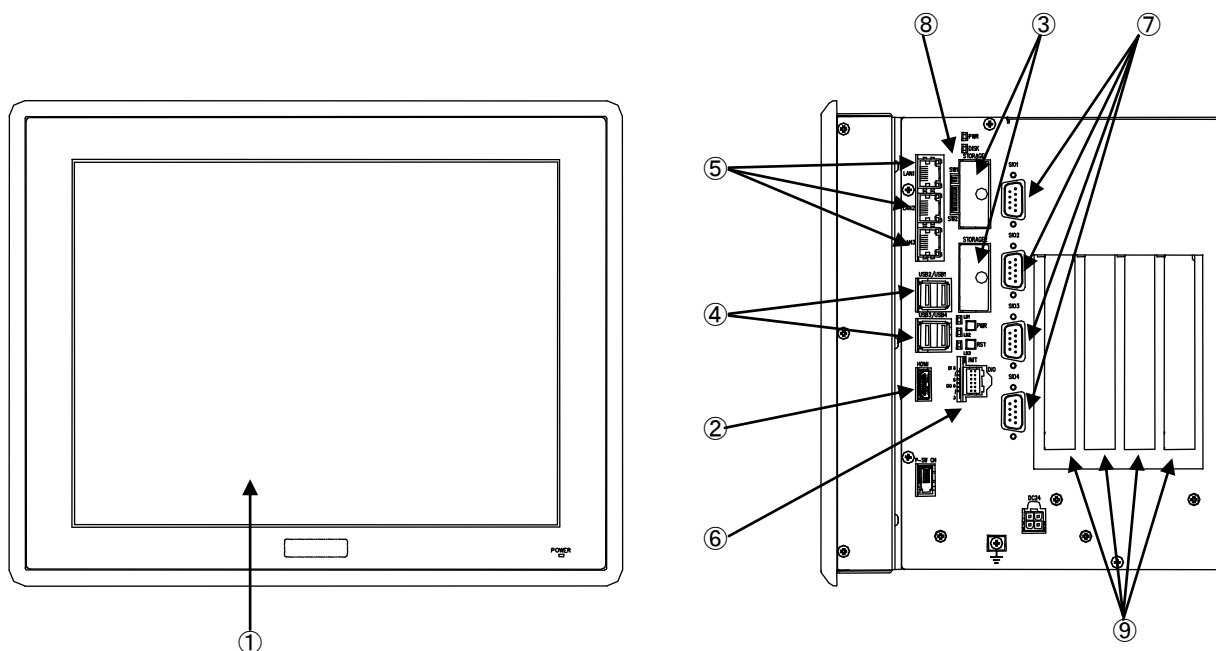

図 3-1-1. 外形図 (FP4-12022AN)
FPシリーズの例として、FP4-12022ANの外形図を図3-1-1に示します。各部名称を表3-1-1に示します。
COM1	SI01 (図 3-1-1 ⑦) アプリケーションでシリアル通信に使用できます。 シリアルポート設定スイッチと組込みシステム機能のシリアルコントロール機能を使用することで、RS-232C/422/485 を切替えることができます。
COM2	SI02 (図 3-1-1 ⑦) アプリケーションでシリアル通信に使用できます。 シリアルポート設定スイッチと組込みシステム機能のシリアルコントロール機能を使用することで、RS-232C/422/485 を切替えることができます。
COM3	SI03 (図 3-1-1 ⑦) アプリケーションでシリアル通信に使用できます。
COM4	SI04 (図 3-1-1 ⑦) アプリケーションでシリアル通信に使用できます。
ローカルエリア接続	LAN1 (図 3-1-1 ⑤): 1000BASE Ethernet
ローカルエリア接続 2	LAN2 (図 3-1-1 ⑤): 1000BASE Ethernet
ローカルエリア接続 3	LAN3 (図 3-1-1 ⑤): 1000BASE Ethernet
汎用入出力	汎用の入出力です。 入力 6 点、出力 4 点を制御できます。 (図 3-1-1 ⑤)
バックアップバッテリーモニタ	BIOS 設定、RTC、外部 RTC、SRAM に使用されるバックアップバッテリー(図 3-1-1 ⑩)の状態を取得することができます。